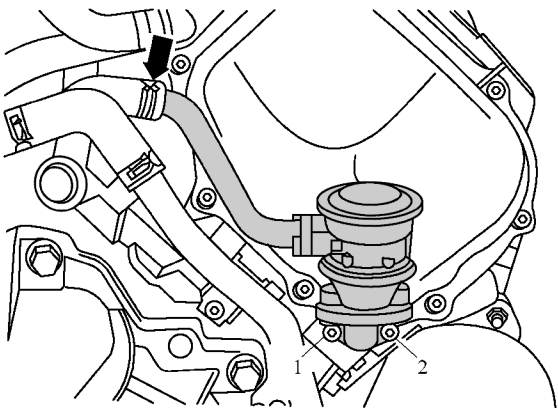

图 1-5-54 从连接管上拔下空气软管
(4) 从连接管上拔下空气软管, 如图 1-5-54 箭头所示。
(3) 如图 1-5-54 所示,旋出螺栓 1 和 2。
(4) 拔下空气软管(箭头所示)并取下二次空气右侧组合阀。